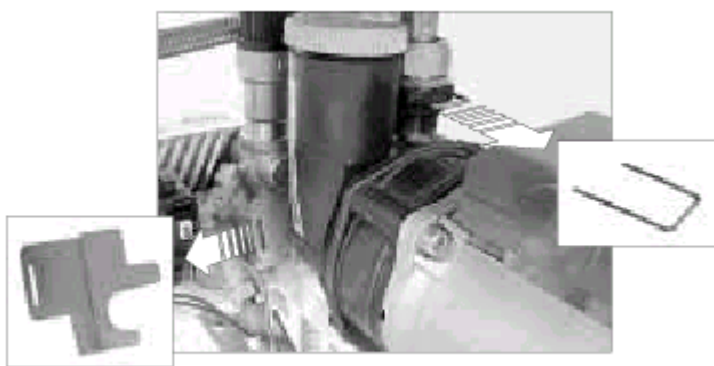

Рисунок 23
- снимите контрящие зажимы, как показано на рис. 23;